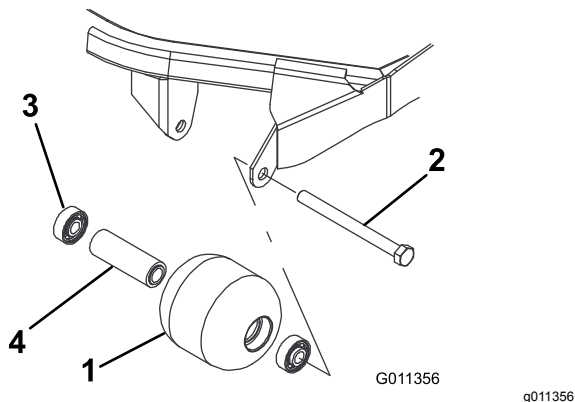

図 63
1. ローラ取り付けボルトを外す 図 63。
1. 第一のベアリングをローラハウジングに押し込む 図 63。アウターレースのみを押すか、インナーレースとアウターレースを均等に押すかする。
2. スペーサを入れる 図 63。
3. 第二のベアリングをローラハウジングに押し込む 図 63。インナーレースがスペーサに接触するまで、インナーレースとアウターレースを均等に押す。
4. ローラハウジング、ベアリング、ベアリングスペーサに破損がないか点検する 図 63。破損している部品を交換し、組み立てを行う。